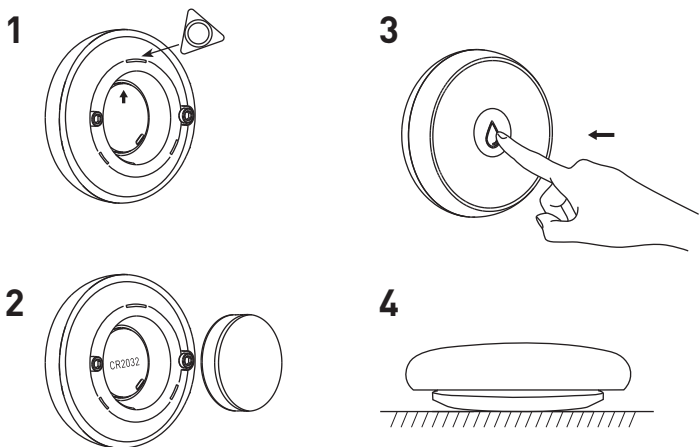

Рис. 1. Монтаж датчика протечки TY-ZB-801-16-72-SUF
- 3.2. Выберите место с максимальной вероятностью обнаружения протечки. Установите датчик согласно схеме на рис. 1.